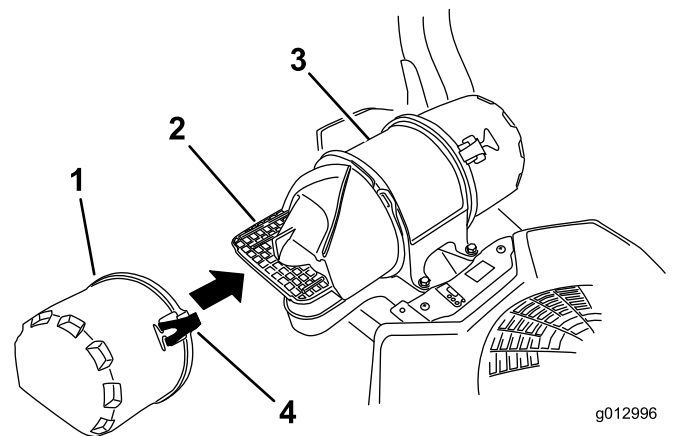

Figura 27
3. Abra los cierres del limpiador de aire y tire de la tapa de la entrada de aire para separarla del cuerpo del limpiador de aire (Figura 27).
5. Instale la tapa de entrada de aire y fíjela con los cierres (Figura 27).